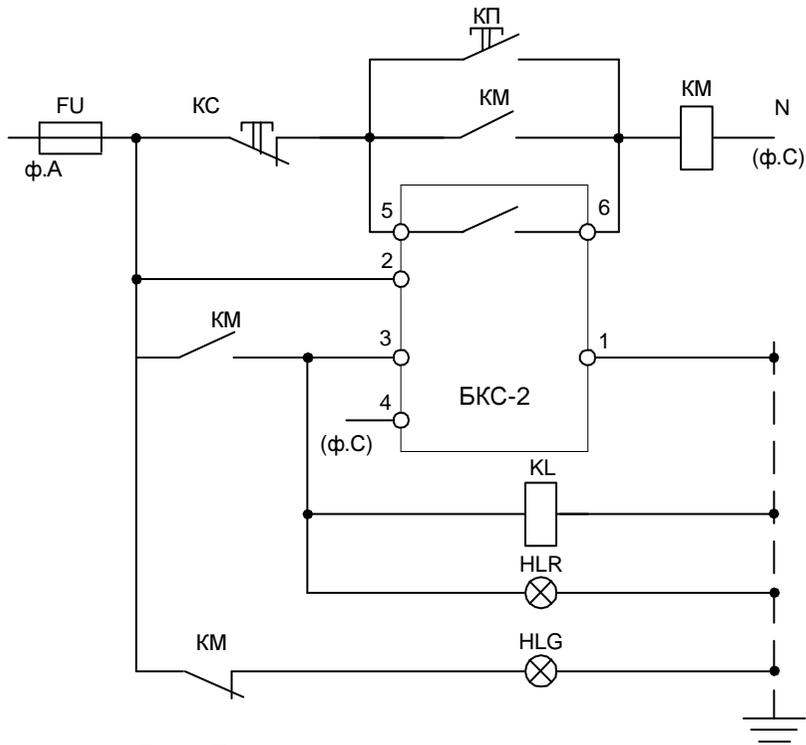

Рис. 1. Типовая схема включения устройства БКС-2
Габаритные, установочные и присоединительные размеры приведены на рис.1.
4.3.1. Схема подключения устройства БКС-2 приведена на рис.1 и рис.2.